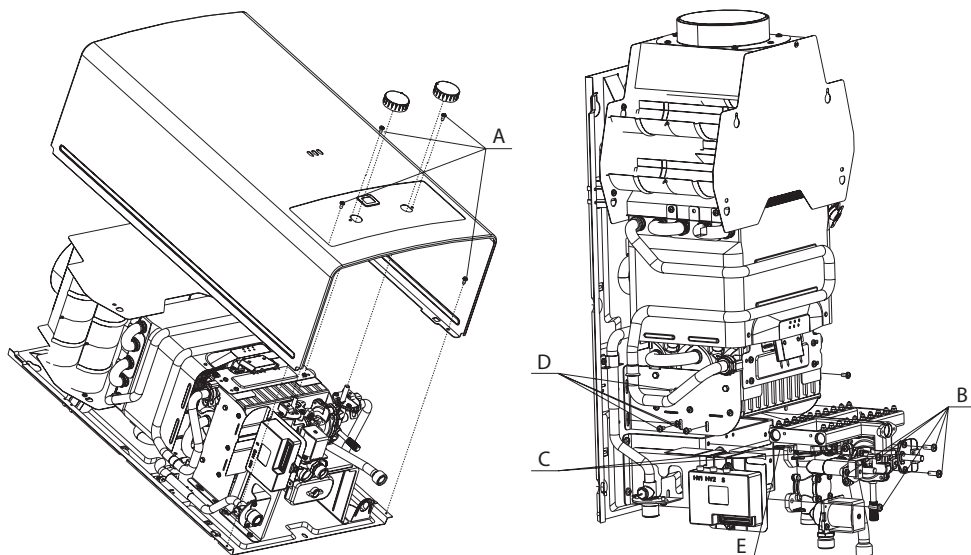

Figura 6.1
Passo 1 Aprire il pannello frontale	<ol style="list-style-type: none">1. Chiudere l'alimentazione di gas e acqua.2. Rimuovere le 4 viti e le manopole sul pannello anteriore dell'apparecchio (Figura 6.1 - A).2. Rimuovere il pannello anteriore tirandolo verso il basso per sganciarlo dai sostegni, quindi spingerlo verso l'alto.
Passo 2 Sostituire il gruppo del tubo del gas	<ol style="list-style-type: none">1. Svitare il collegamento tra la valvola acqua-gas e il suo supporto, rimuovere la molletta che collega la valvola dell'acqua e il tubo di ingresso del bruciatore. Rimuovere il cavo di collegamento per la valvola acqua-gas e la messa a terra (Figura 6.1 - B).2. Svitare il collegamento tra la valvola acqua-gas e il collettore del gas (Figura 6.1 - C).3. Svitare il collegamento tra il collettore del gas ed entrambe le staffe laterali all'interno del bruciatore. Allentare le rimanenti viti su entrambe le staffe laterali per liberare completamente il collettore (Figura 6.1 - D), poi rimuovere il collettore.4. Sostituire il collettore e la valvola acqua-gas con quelli del kit di conversione seguendo i passi 1 e 2 in ordine inverso. Effettuare la sostituzione con cura, prestando attenzione a non danneggiare le guarnizioni e metterle nella posizione corretta. È consigliato sostituirle con delle guarnizioni nuove (Figura 6.1 - E).